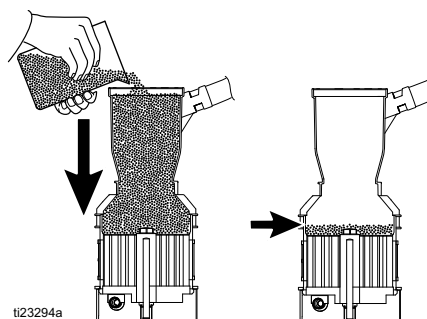

FIG. 21
6. Quando si conclude l'erogazione della giornata, erogare in un contenitore per i rifiuti finché il livello del materiale non scende al di sotto del centro del fonditore. Vedere FIG. 21.